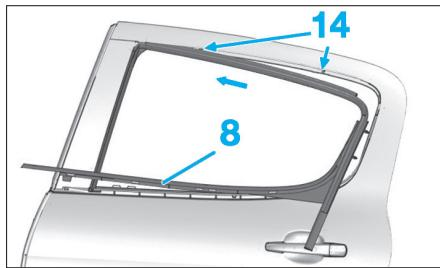

Fig. 122
- le joint lécheur extérieur (8) en (14) (Fig.122),